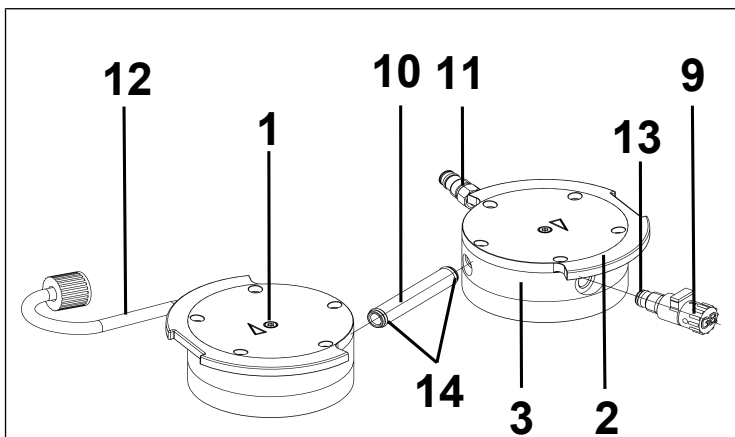

Fig. 14: Sustitución de las juntas tóricas
- Extraer el tubo de conexión (10/Fig. 14) de la tapa del cabezal (3).
- Sustituir las dos juntas tóricas (14) del tubo de conexión (10/Fig. 14).
4. Aflojar el tornillo con cabeza interior (1) de cada uno de los dos cabezales de la bomba.
5. Extraer las dos placas de presión (2) junto con los dos tornillos con cabeza interiores (1).
6. Desenroscar el lastre de gas (9/Fig. 14) de la tapa del cabezal (3).
7. Sustituir la junta tórica (13) del lastre de gas (9/Fig. 14).
8. Enroscar el lastre de gas (9/Fig. 14) hasta el tope en la tapa del cabezal (3) correspondiente. A continuación, girarlo de nuevo hacia atrás hasta que la superficie esté alineada hacia arriba.
1. Separar la tapa del cabezal (3) de la placa intermedia (6).
2. Quitar las placas de válvula/juntas (4).
3. Limpiar con cuidado la placa intermedia (6) (si tiene suciedad acumulada).
4. Colocar las nuevas placas de válvula/juntas (4) en los asientos correspondientes de la placa intermedia (6).
6. Desechar adecuadamente las placas de válvula/juntas (4) reemplazadas.
7. Introducir el tubo de conexión (10/Fig. 14) de nuevo en la tapa del cabezal (3).